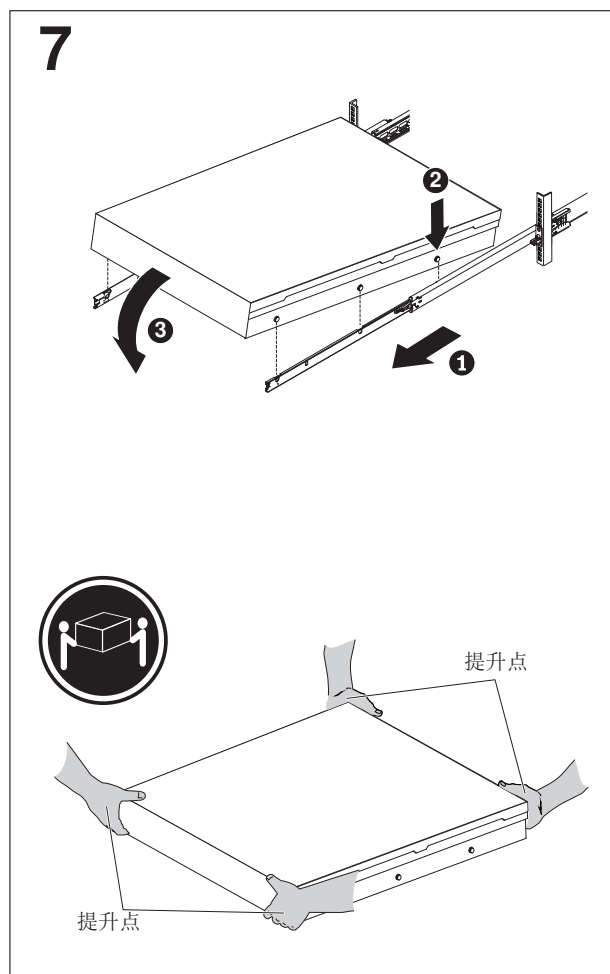

图 35. 将 SAN Volume Controller 2145-DH8 节点安装到机架滑轨中
- a. 将滑轨 **1** 向前推，直至咔嗒两声锁定到位（如第 53 页的图 35 中所示）。